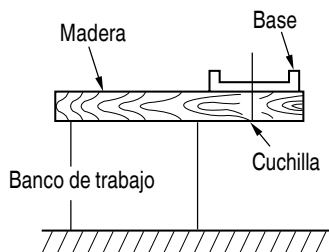

Fig. 11
14. Prepare un banco de trabajo (Fig. 11)
- (1) Afloje el perno de base con la llave macho hexagonal provista en la base y mueva la base completamente hacia adelante. (Fig. 11)